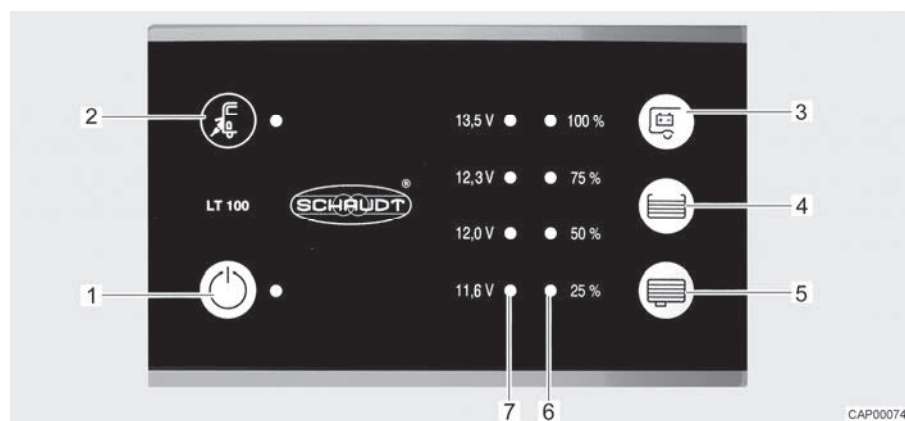

Bild 50 Panel (LT 100)
Den gula lysdioden lyser vid symbolen nätanslutning "E" (Bild 50,2) när fordonet är anslutet till en extern nätanslutning. Lysdioden lyser då också med avstängd panel.
Med huvudbrytaren 12 V (Bild 50,1) kopplas panelen och bodelens 12 V-försörjning till eller från.
- Tryck på knappen "⏻" (Bild 50,1): 12 V-försörjningen för bodelen är påslagen. Lysdioden lyser grönt.
- Tryck på knappen "⏻" (Bild 50,1) på nytt: 12 V-försörjningen för bodelen är avstängd. Lampan släcks.
Lysdiodskalan (Bild 50,7) visar batterispänningen för bodelsbatteriet enligt följande:
- Tryck ner knapp "⏻" (Bild 50,3): Bodelsbatteriets spänning visas.
Lysdiodskalan (Bild 50,6) visar fyllnivån i färskvattentanken eller avloppstanken.
Tryck ner knapp "F" (Bild 50,4): Färskvattentankens fyllnadsnivå visas med hjälp av lysdiod.
Tryck ner knapp "A" (Bild 50,5): Avloppstankens fyllnadsnivå visas med hjälp av lysdiod.